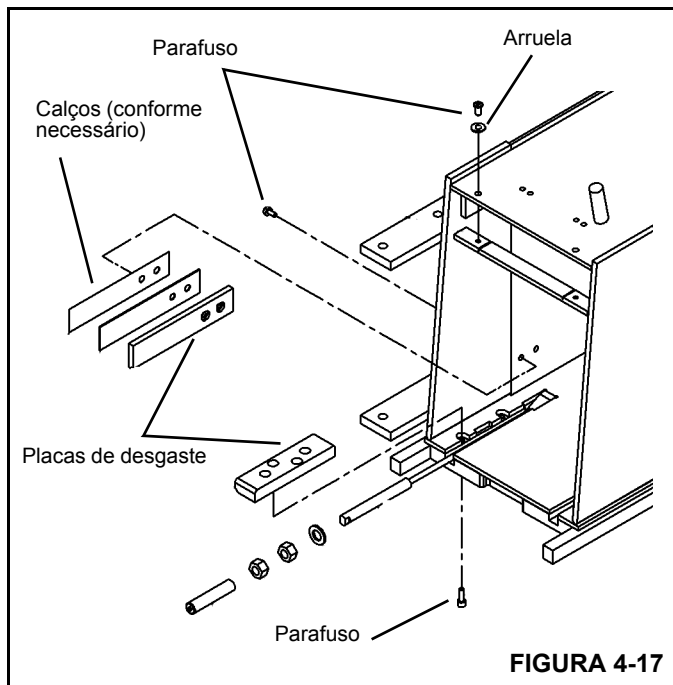

FIGURA 4-17
2. Instale as placas de desgaste inferiores na extremidade dianteira da 1ª seção e prenda com parafusos (Figura 4-17).